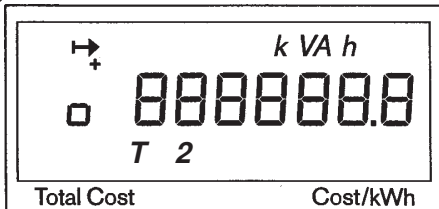

Fig. 7.1
| Fig. 7.1 | Energia apparente continua T2 (kVAh) | Fig. 14.4 | Consumo di corrente istantaneo L3 (A) |